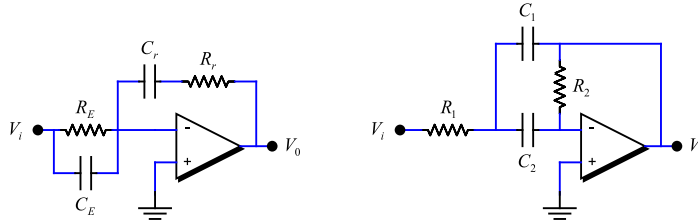

Figura 2-18
**Problema 30** Obteniu la funció de transferència  $H(s) = \frac{V_0(s)}{V_i(s)}$  dels circuits de la Figura 2-18 amb els valors següents :